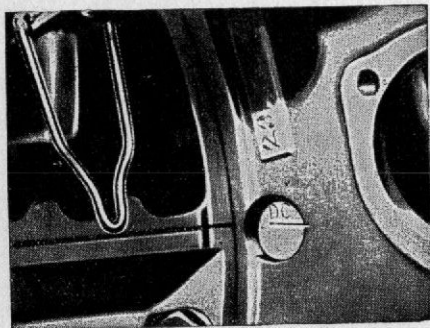

Рис. 29. Метка верхней мертвой точки на маховике
7. Проверить через смотровой люк на левой части передней стороны картера маховика положение метки «Д. С.», выбитой на торце маховика. Если метка находится против указательного штриха на смотровом люке (рис. 29) или на 2—4 мм прошла его, то газо-